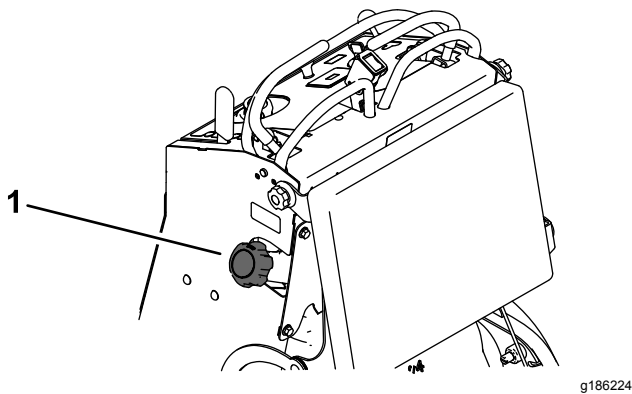

Figure 30
3. Nettoyez la surface autour du bouchon du réservoir de carburant pour éviter que des débris ne tombent à l'intérieur du réservoir (Figure 30).
6. Figure 30